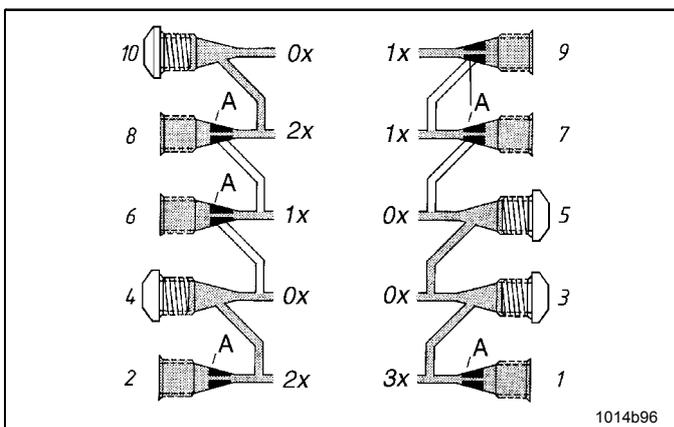

Рис. 29 Способ увеличения выхода смазки
- Согласно рис. 29 выпуск 10 блокирован. В этом случае из выпускного отверстия 8 поступает двойной объем смазки.
- При тройном увеличении подающегося количества смазки (для выпуска 1) блокируются выпуски 3 и 5 (см. Рис. 29).